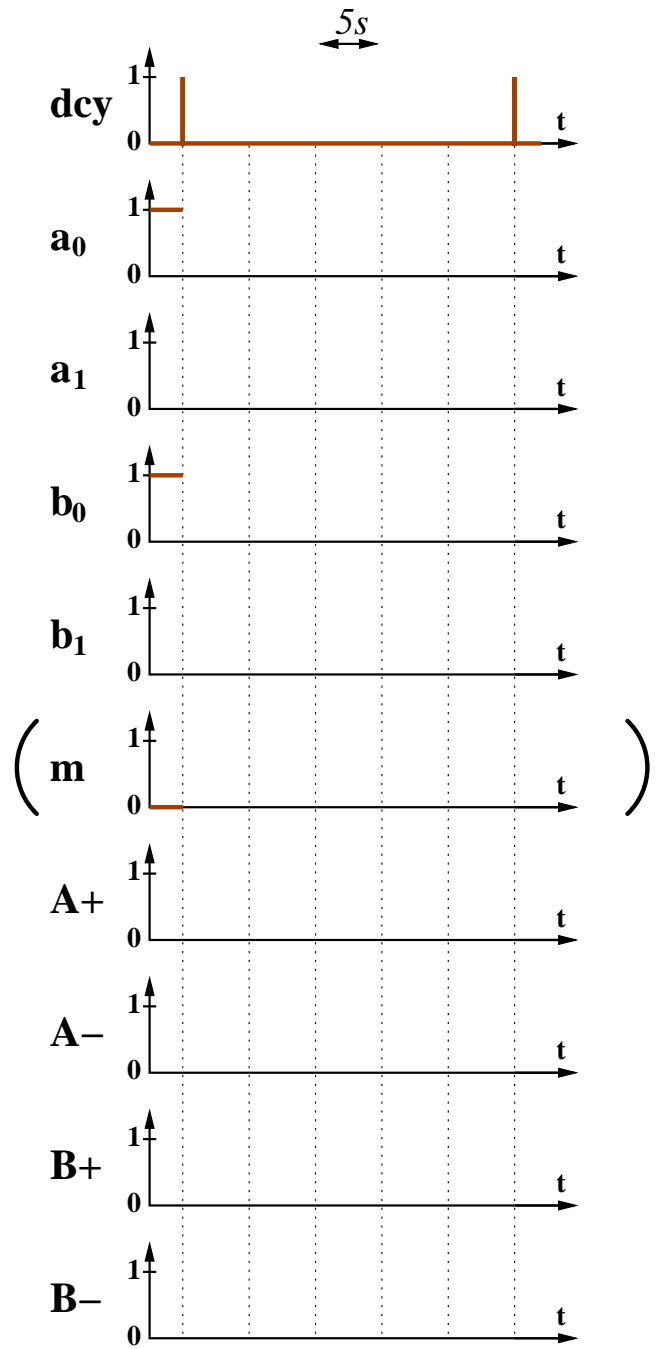

FIG. 8: Cycle « en L »
- (a) Compléter le chronogramme de la figure 8 (prendre, une nouvelle fois, un temps arbitraire de durée d'activation pour chacune des étapes 1 à 4 de 5 s). Préciser les combinaisons des variables d'entrée à l'origine des déplacements de vérin. En déduire que le système n'est plus à logique combinatoire mais est séquentiel.
Compléter le chronogramme de la figure 8 et préciser en quoi cela permet de ramener l'étude à celle d'un système à logique combinatoire.